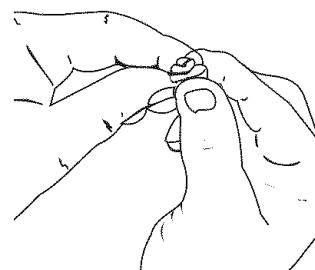

Fig. 22
5. Oprima el filtro para espesar y eliminar el exceso de aceite (Fig. 22).